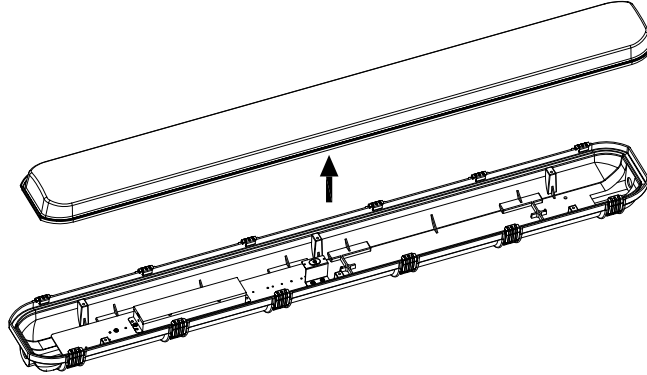

Fig 5
1. Without using any tools, open the latch and remove the lens as shown in Fig. 5.
1. Sans utiliser d'outils, ouvrez le loquet et retirez la lentille comme indiqué sur la figure 5.